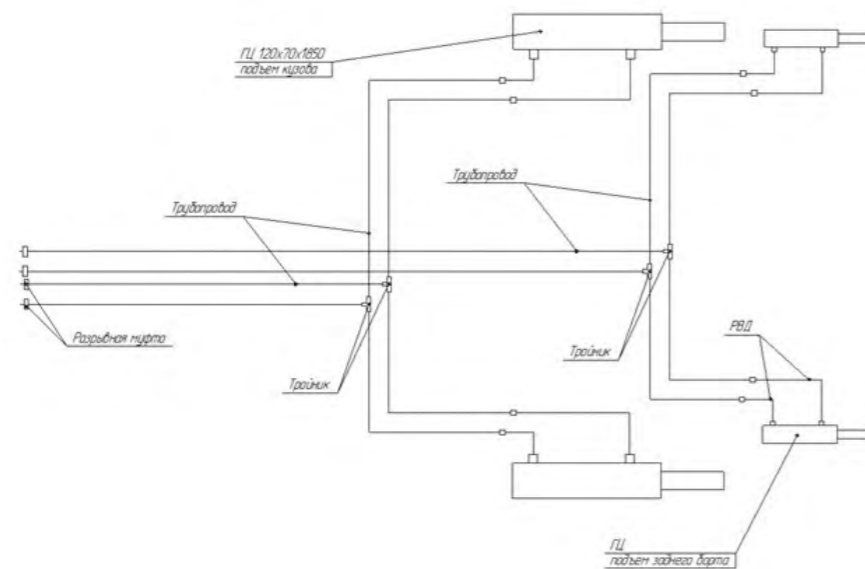

Рис. 3
1.4.7. Гидросистема опрокидывающего механизма работает от гидросистемы трактора и состоит из двух гидроцилиндров, разрывной муфты, трубопровода и шлангов высокого давления (Рис. 3). Разрывная муфта служит для быстрого соединения и разъединения гидросистемы полуприцепа и трактора, а также для предохранения от